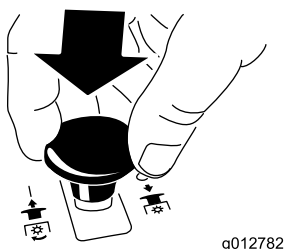

Figure 10
- Abaissez la commande des lames (PDF) jusqu'à la position arrêt (Figure 10).